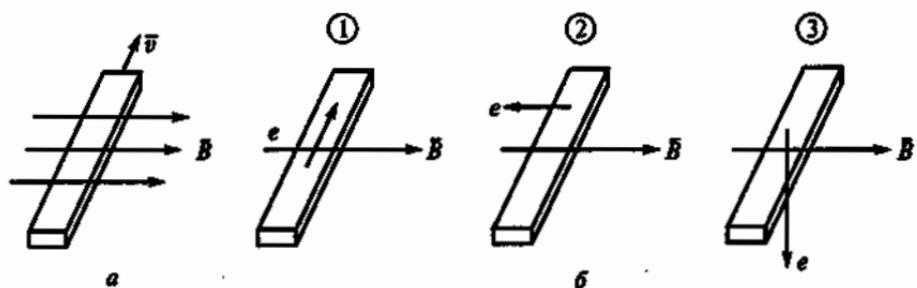

Рис. 51
2.25. Бруск из меди перемещается в магнитном поле, как показано на рис. 51, а. Указать направление ЭДС индукции в этом бруске по рис. 51, б.